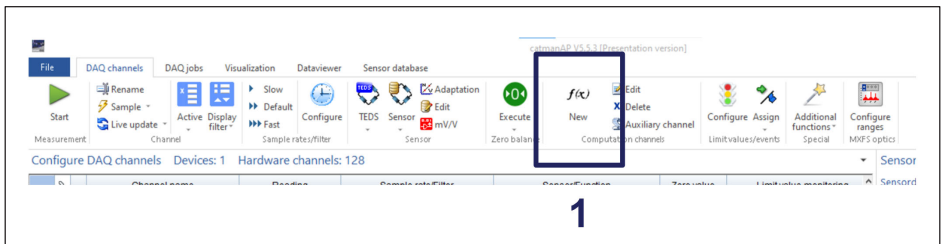

Fig. 5.6 Botón de canal de cálculo nuevo
- Hacer clic en el botón de canal de cálculo "nuevo" (número **1** en Fig. 5.6)